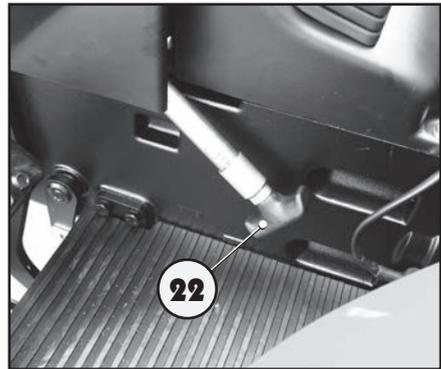

Abb. 5.19
Normalerweise ist die Zapfwelle immer angekuppelt: Steuerhebel An-/Auskupplung Zapfwelle (22) in abgesenkter Stellung (Abb. 5.19).